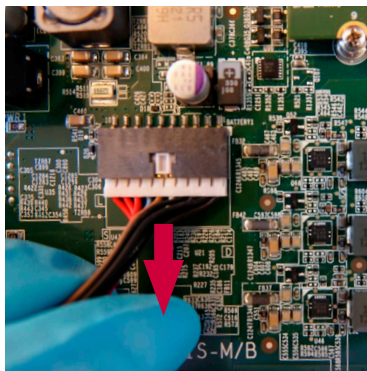

Bild 13 Koppla ur batterikabeln
k) Koppla ur batterikabeln (bild 13)
Koppla ur batterikabeln (placeringen framgår av bild 12) genom att försiktigt dra bort den grå delen från den svarta delen i den riktning som visas i bild 13.